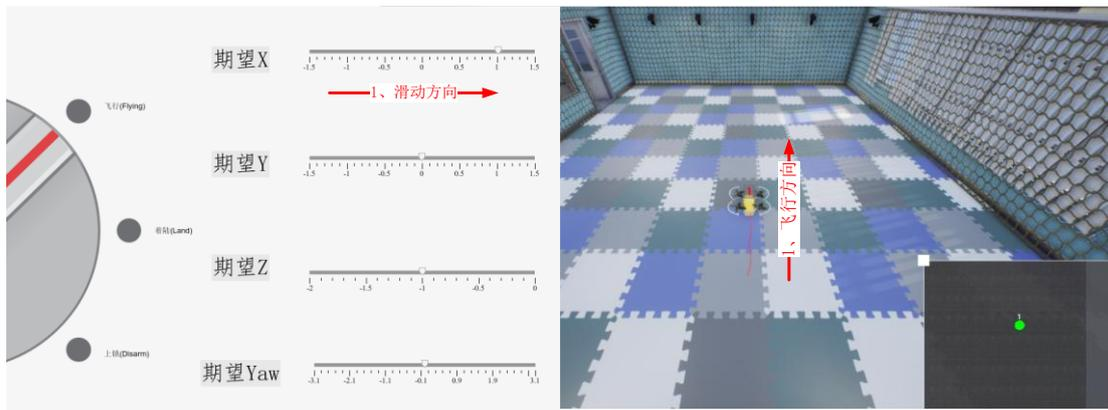

图 25 滑动滑杆期望 X 无人机沿 X 轴飞行
(2) 如图 25 所示，滑动设置期望 X 的滑杆至大约 1m 处。可通过鼠标左键在滑杆 1m 处单击实现滑动，可在 RflySim3D 中观察到飞机沿着 X 方向运动。